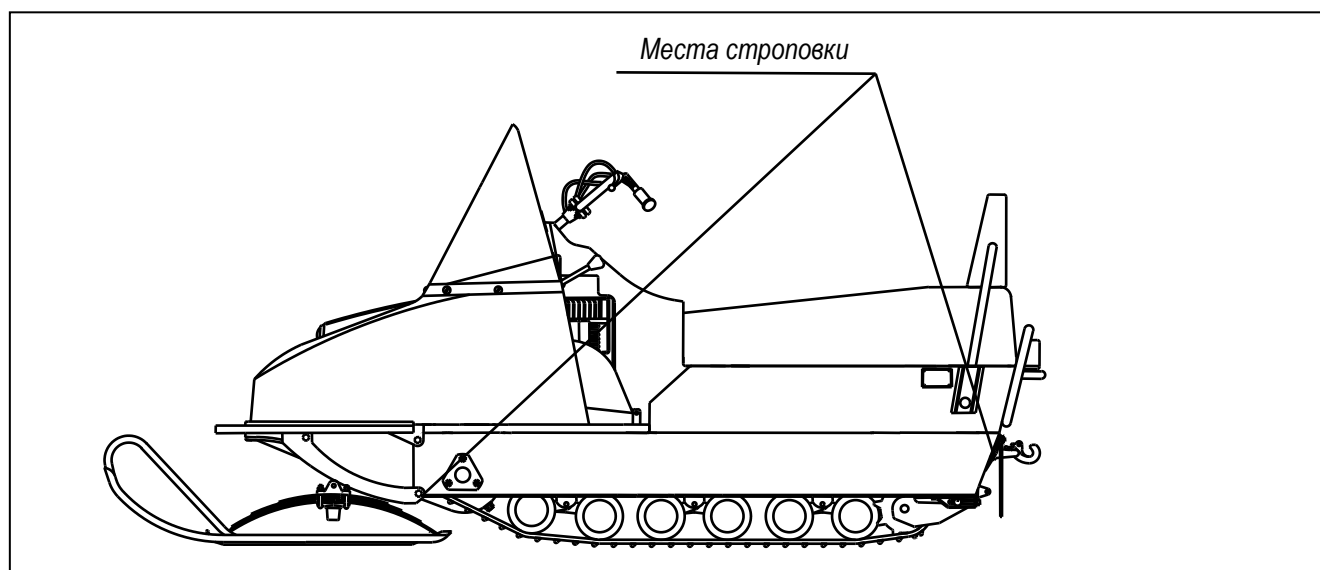

Рисунок 21 – Схема строповки снегоходов БУРАН А, АЕ
- снегоходы БУРАН А, АЕ – за нижние передние уголки рамы и заднюю окантовку рамы (рисунок 21);